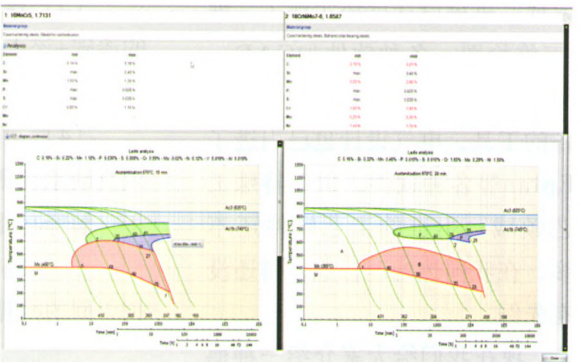

图4 对比两种材料的CCT曲线
(4) 世界各国和国际组织的3000多种金属材料的各种图表, 如CCT图、TTT图、回火硬度图、力学性能图及物理性能图等, 如图4所示。
(5) 可输入材料牌号检索。
(6) 可输入材料标准检索。
(7) 可输入材料化学成分检索。